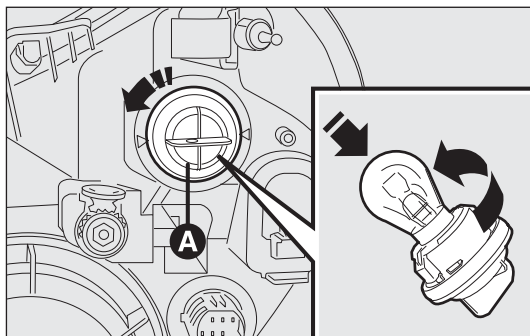

fig. 189
- ruotare in senso antiorario il portalamпада A-fig. 189 ed estrarlo;